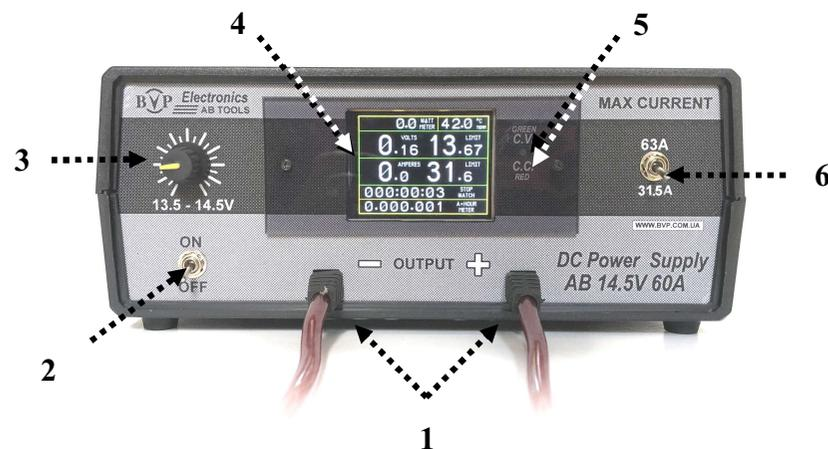

Рис. 2. Расположение органов управления на передней панели источника питания
На передней панели источника питания размещены оперативные органы управления, графический дисплей, световые индикаторы режима работы и выходные клеммы. На рис. 2 показан внешний вид передней панели прибора и расположение на ней всех органов управления и индикации.
- 7.1.1 Включите источник питания без подключения аккумуляторной батареи (Выключатель **2** (рис. 2) в положение "OFF").